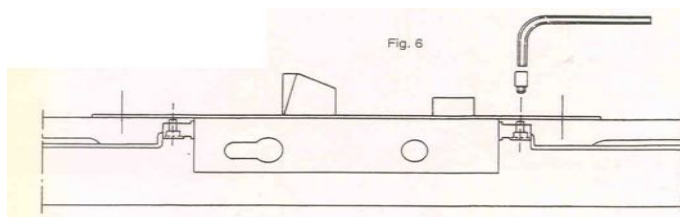

Рис.6
- 6) Совместить концы тяг с приводами тяг на замке и через отверстия в лицевой планке плотно закрепить винты с помощью ключа-шестигранника 2,5 мм (рис.6).